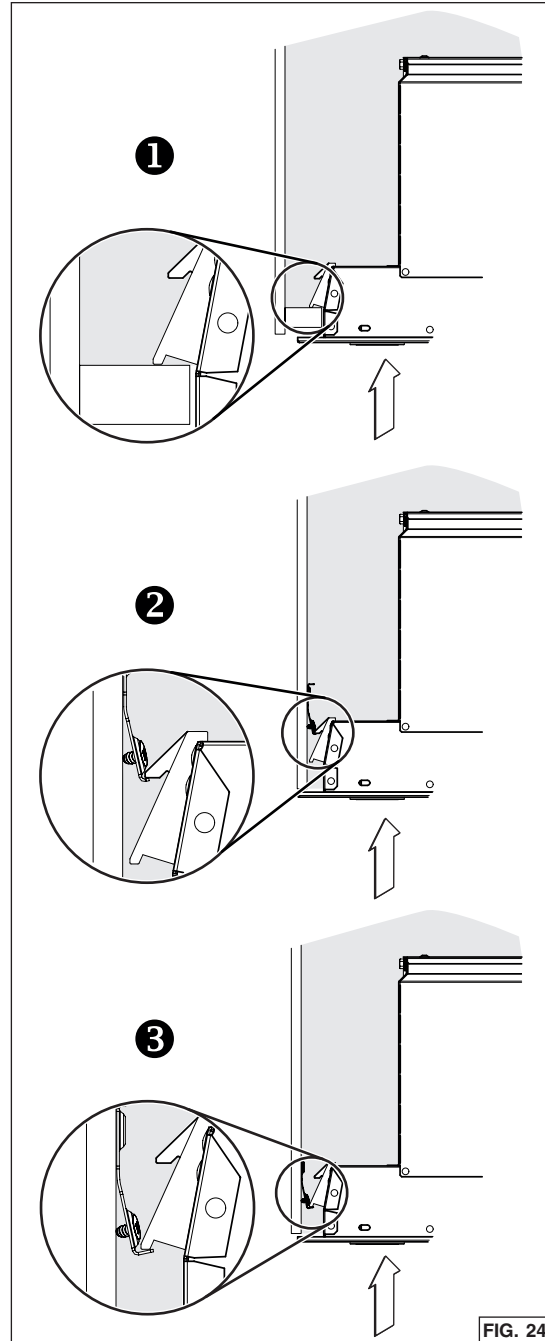

FIG. 24
3. Insertar el aparato en el gabinete hasta que sentir un click a ambos lados del aparato, confirmando que los ganchos Ease of Install están apoyando en la parte superior de los lados de la base del gabinete ❶, o sobre los bordes de los soportes de gabinete ❷ o ❸ (FIG. 24). Mover el aparato de izquierda a derecha, de delante hacia atrás y levantarlo para comprobar que los ganchos Ease of Install retienen el aparato en el gabinete.